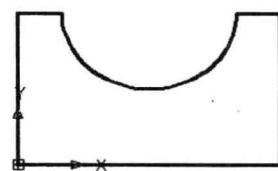

图 1-18 合并二维图形元素
(4) 单击“修改”工具栏上的“合并”按钮 ，对二维图形元素运用合并功能，整合成一个对象，效果如图 1-18 所示。命令行如下：